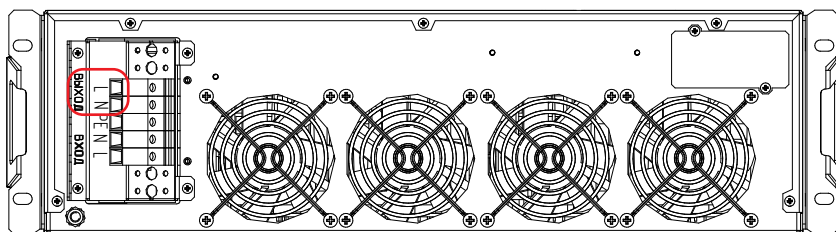

Рисунок 29. Стабилизаторы Штиль IS8000RT и IS10000RT. Выводы «Выход L-N»
- у моделей IS8000RT и IS10000RT к выводам «Выход L-N» (**рисунок 29**);